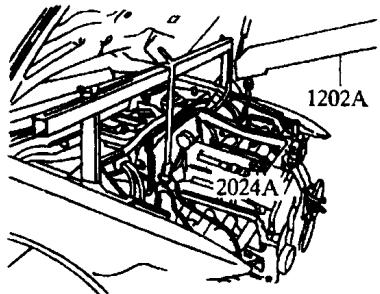

图 1-17
(17) 用发动机吊架 2024A 吊住发动机，再用车间装配吊架 1202A 提升发动机，如图 1-17 所示。注意：吊钩和吊架杆必须用锁止销固定。